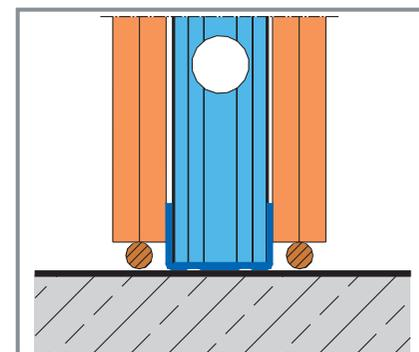

Fig. 20 KM - Étanchéité à l'air si performance acoustique en pose sur sol fini
- En cloison distributive KM (Fig. 20) sur sol fini, lorsqu'une performance acoustique est recherchée, il faut assurer l'étanchéité à l'air du pied de cloison par le calfeutrement du jeu sous la dernière plaque à l'aide de mastic ou MA2.